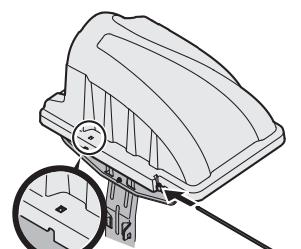

Figure 9
- Insérez la tige de charnière dans le trou de l'encoche de montage, comme indiqué dans la Figure 9. Utilisez le petit trou sur le couvercle (voir l'encadré) pour aligner l'axe de charnière de l'autre côté, puis poussez l'axe jusqu'au bout.